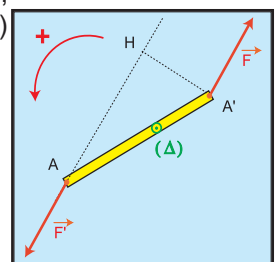

Fig.42
- 4- Un solide est soumis à l'action d'un couple de forces $C = (\vec{F}, \vec{F}')$, (Fig.42) ; choisir parmi les expressions suivantes celle (ou celles) qui est (sont) correcte(s) :